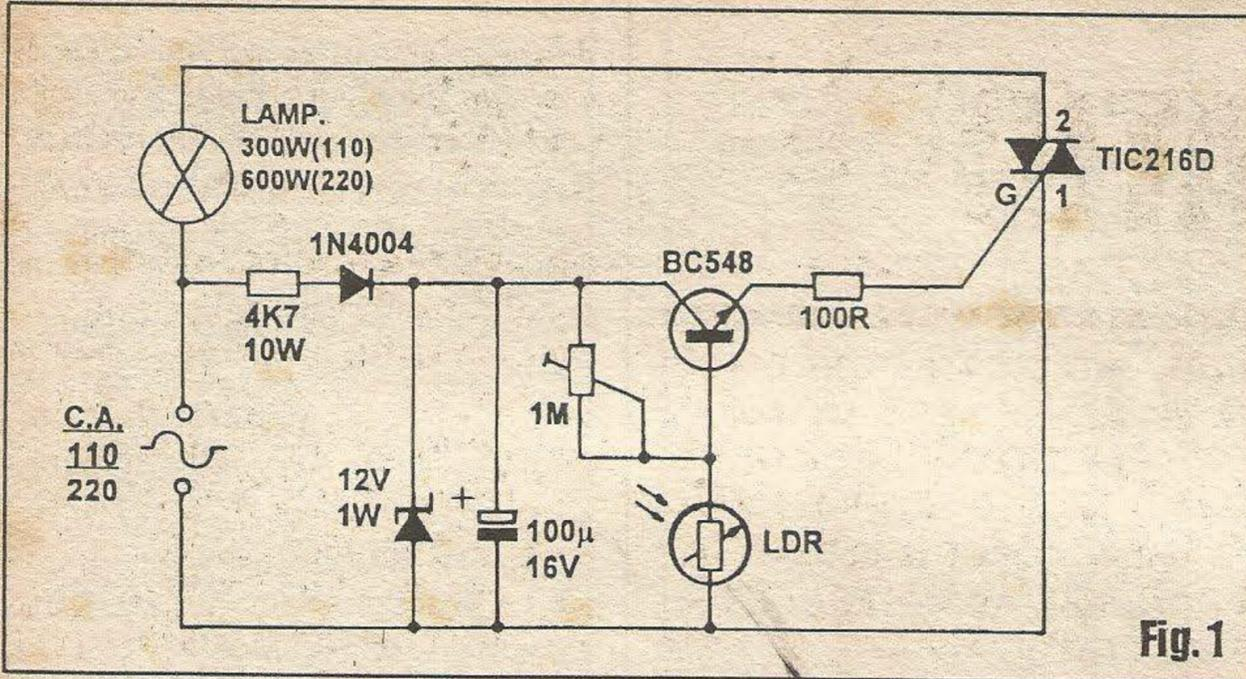

Fig. 1
- FIG. 1 - DIAGRAMA ESQUEMÁTICO DO CIRCUITO - Todos os componentes e conceitos técnicos aplicados no circuito, já são de conhecimento do aluno assíduo... Entretanto, como é norma nas